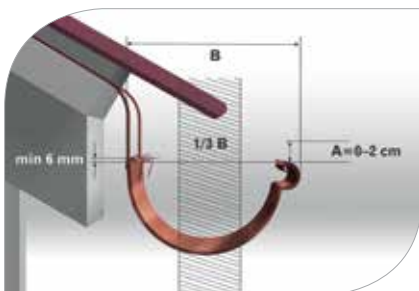

рис. 1
- 1.4 Желоб должен выходить за пределы ската крыши, по меньшей мере на половину своего диаметра, и в то же время он не должен выступать за линию, являющуюся продолжением крыши (**рис. 1**)